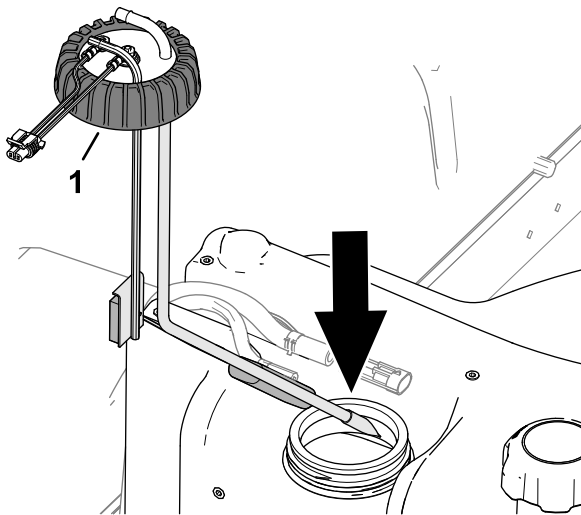

Figure 91
2. Installez avec soin le tube d'aspiration et le flotteur dans le réservoir de carburant (Figure 91).